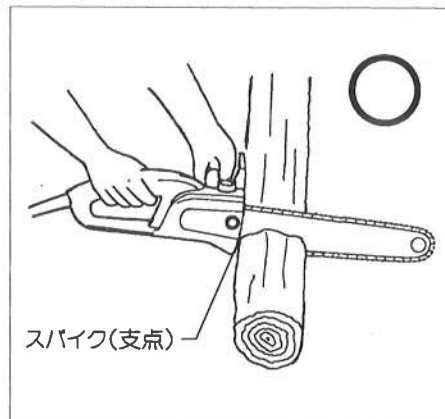

図13
①切断材は地面からできるだけ離して固定してください。
②ロックボタンを右手親指で押しながら、スイッチの引金を引いてください。
③ソーチェーンのスピードを上げた後、本機のスパイク部(ソーの手前)を切断材料に斜かにあてて切断してください。(図13参照)